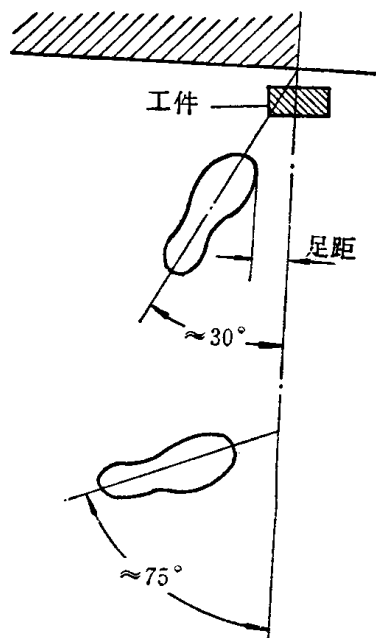

图2.3 銼削时的站立位置
③ 站立姿势 为了充分发挥较大的锤击力,操作者必须保持正确的站立姿势,如图2.3所示。左脚超前半步,两腿自然站立,人体重心稍微偏于后脚,视线落在工件的錾削部位。